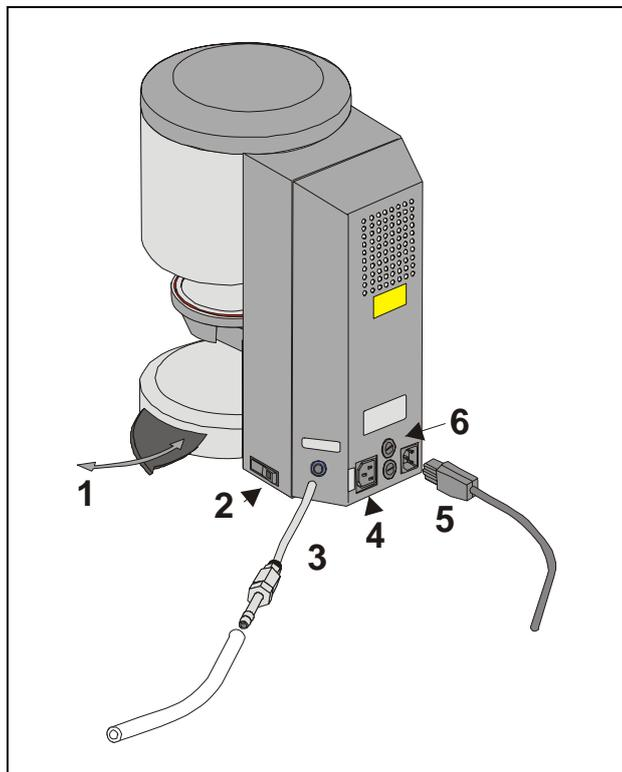

Abb. 1
- Collegare la pompa per vuoto (Abb. 1)
- Collegare il forno alla rete con il cavo in dotazione (Abb. 1) Utilizzare un cavo d'alimentazione per apparecchi termici tipo HO5RR-F 3G1, 0 mm². Non usare prolunghie. In caso di sovraccarico sussiste il pericolo di incendio.
Quando il forno non viene utilizzato, si raccomanda di far salire il lift nella camera di cottura e spegnere il forno con l'interruttore principale (vedi Fig. 1, punto 2). La chiusura della camera di cottura protegge l'isolamento ed impedisce l'assorbimento di umidità. Per spegnere il forno, azionare il tasto con il simbolo di spegnimento, vedi capitolo **13**, il lift sale automaticamente in posizione di chiusura, sul display appare la segnalazione, disinserire l'apparecchio con l'interruttore principale.